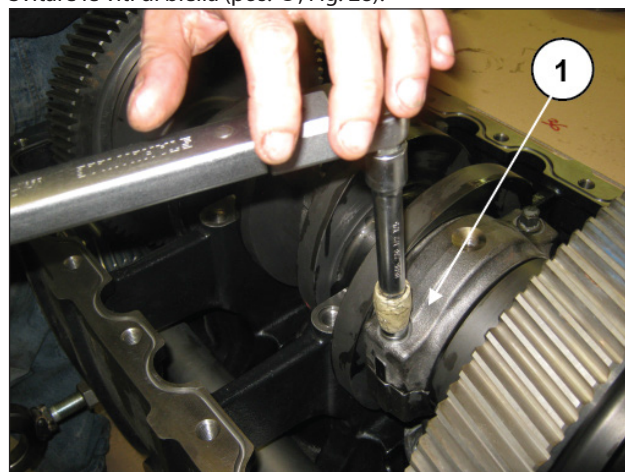

Fig. 28
Svitare le viti di biella (pos. ①, Fig. 28).